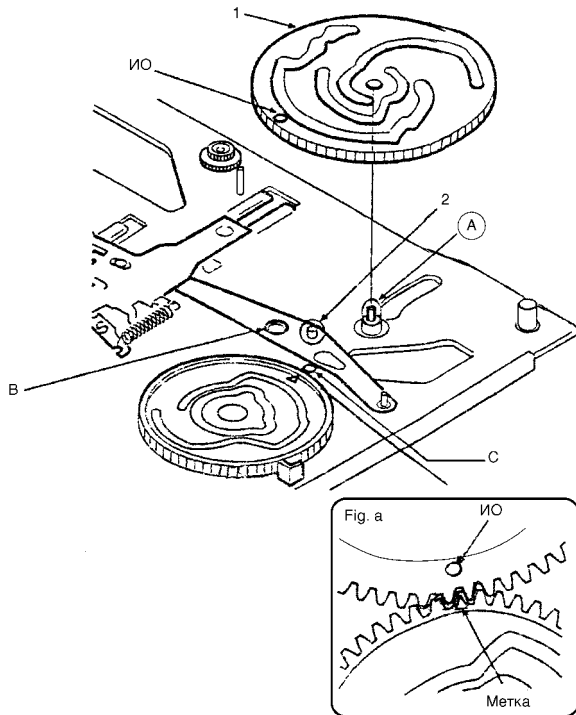

Рис. 5. Удаление программной шестерни
Этап 4 – удаление программной шестерни производят после выполнения предыдущих операций, ориентируясь на рисунок 5. Перед установкой программной шестерни на ось А следует нанести густую смазку SG-055G, затем поворачивают шестерню программного переключателя (1) таким образом, чтобы идентификационное отверстие (ИО) на нем совпало с соответствующим отверстием на шасси С (см. Fig. a, то же относится и к идентификационному отверстию В на рычаге GL (2)). Программную шестерню устанавливают таким образом, чтобы идентификационное отверстие на ней совпало с меткой на шестерне программного переключателя (см. Fig. a). Правильность установки деталей может быть проверена визуально с обратной стороны шасси.